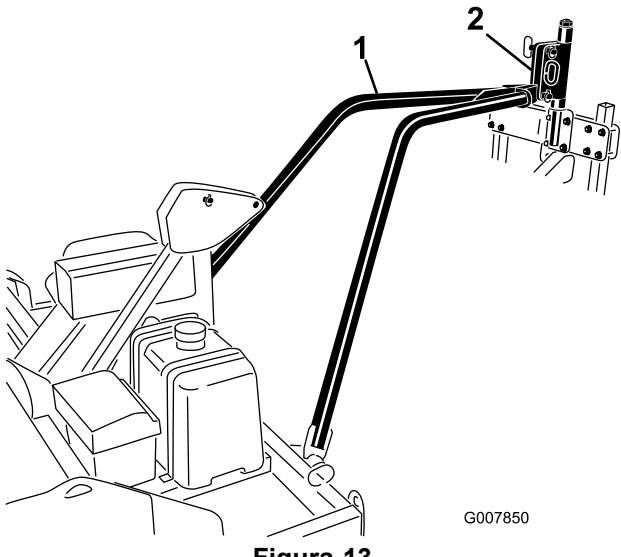

Figura 13
4. Retire o reboque ou corda e baixe a placa de engate do braço de reboque para o engate articulado do aerificador (Figura 13).